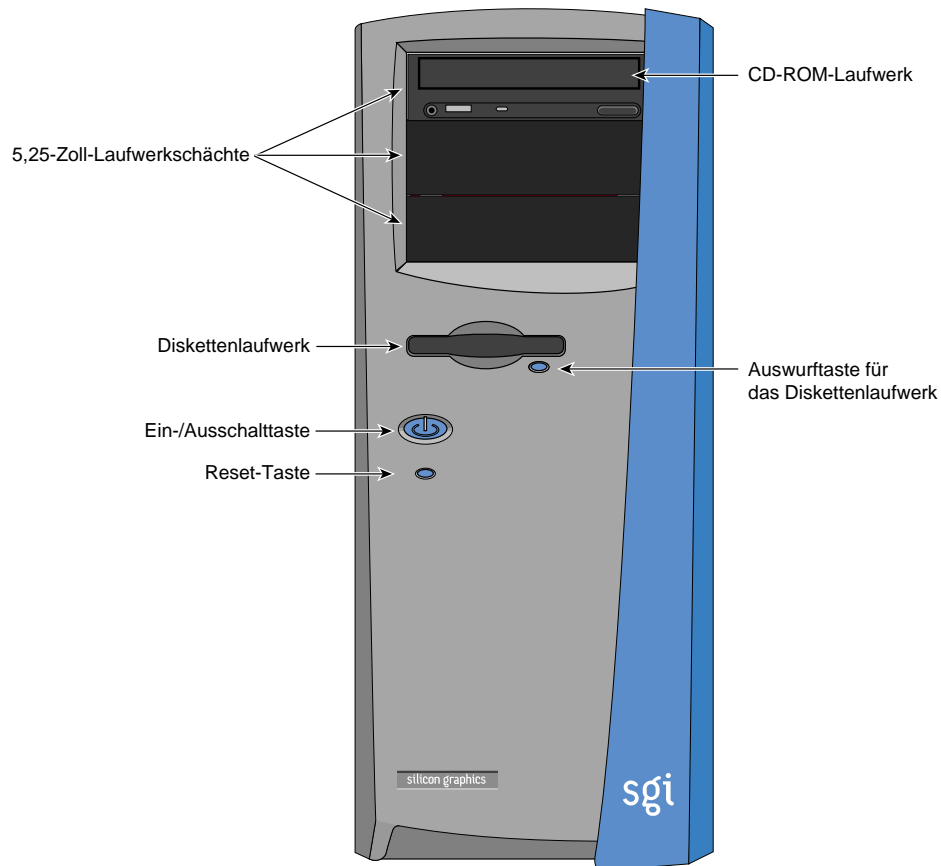

Abbildung 1-1 Frontblende
Wie in Abbildung 1-1 zu sehen ist, sind das Diskettenlaufwerk und bis zu drei 5,25-Zoll-Geräte von der Vorderseite aus zugänglich. Der obere 5,25-Zoll-Laufwerkschacht ist mit einem CD-ROM-Laufwerk belegt. Die Ein-/Ausschalttaste, die Reset-Taste und die Auswurf-taste des Diskettenlaufwerks befinden sich ebenfalls an der Frontblende.
- Zum Einschalten des Systems drücken Sie die Ein-/Ausschalttaste an der Vorderseite (siehe Abbildung 1-1).